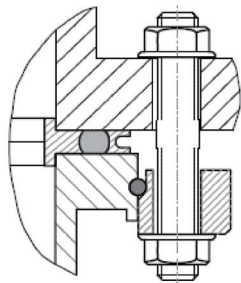

图 5 ISO-K 和 ISO-F 法兰连接
- (1) 安装前检查法兰密封表面，确保没有损伤；
- (2) 将松套法兰、挡圈依次套在分子泵进气法兰上；
- (3) 将中心支架 / 定位环和胶圈对中放入分子泵进气法兰（ISO-K 法兰），分子泵进气法兰预设胶圈槽的不用中心支架；
- (4) 如图 5 所示，使用相应数量六角螺栓（或螺柱 + 螺母）将分子泵固定。